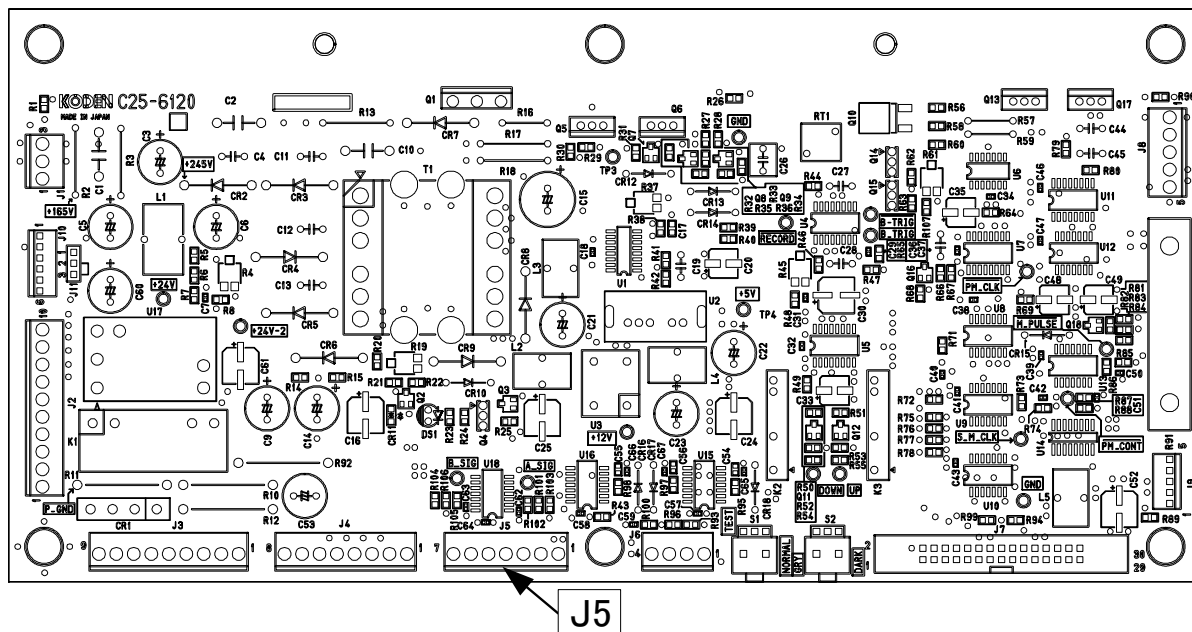

図 4.7 C25-6120 J5 配置説明図
8. 記録器 WINCH コネクタから、C25-6120 J5 までの導通をテスターで確認します。ウインチコネクタ9ピンとC25-6120 J5-4ピン(橙)間の導通を確認してください。導通があれば、正常です。(図 4.7 参照)
9. 記録器 WINCH コネクタから、C25-6120 J5 までの導通をテスターで確認します。ウインチコネクタEピンとC25-6120 J5-1ピン(黒)間の導通を確認してください。導通があれば、正常です。(図 4.7 参照)